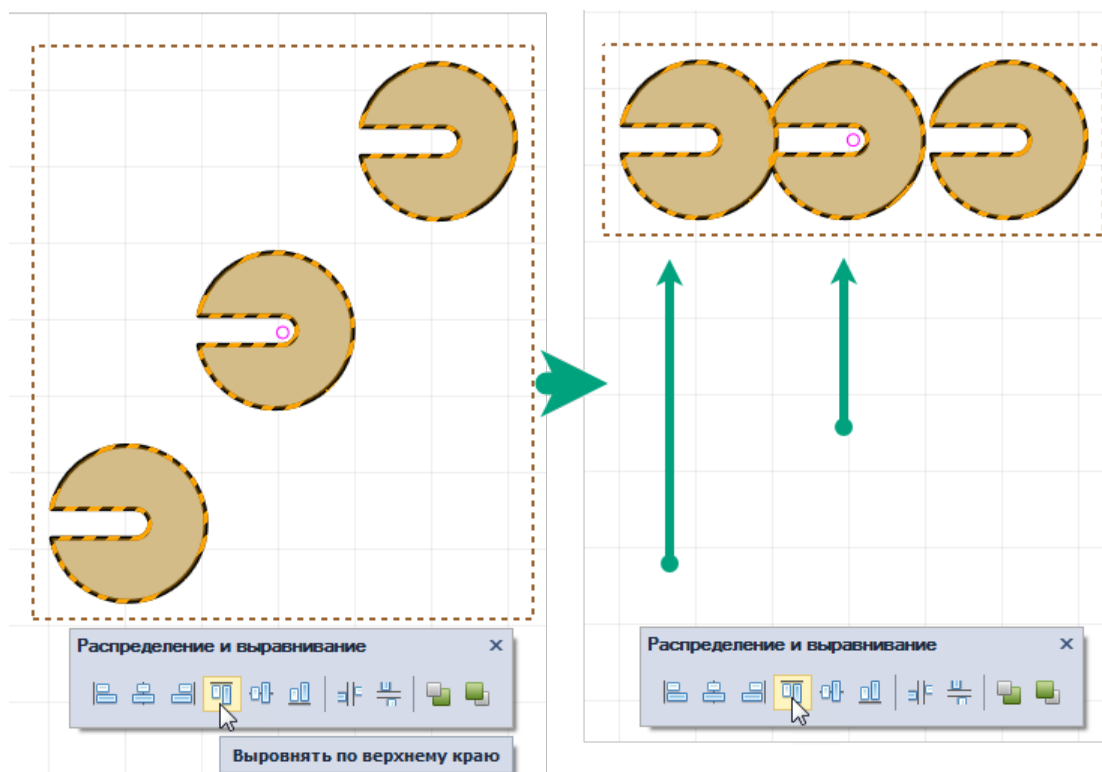

Рис. 455 Выравнивание по верхнему краю
2. На панели «Распределение и выравнивание» выберите инструмент «Выровнять по верхнему краю», который обозначен символом , см. Рис. 455.